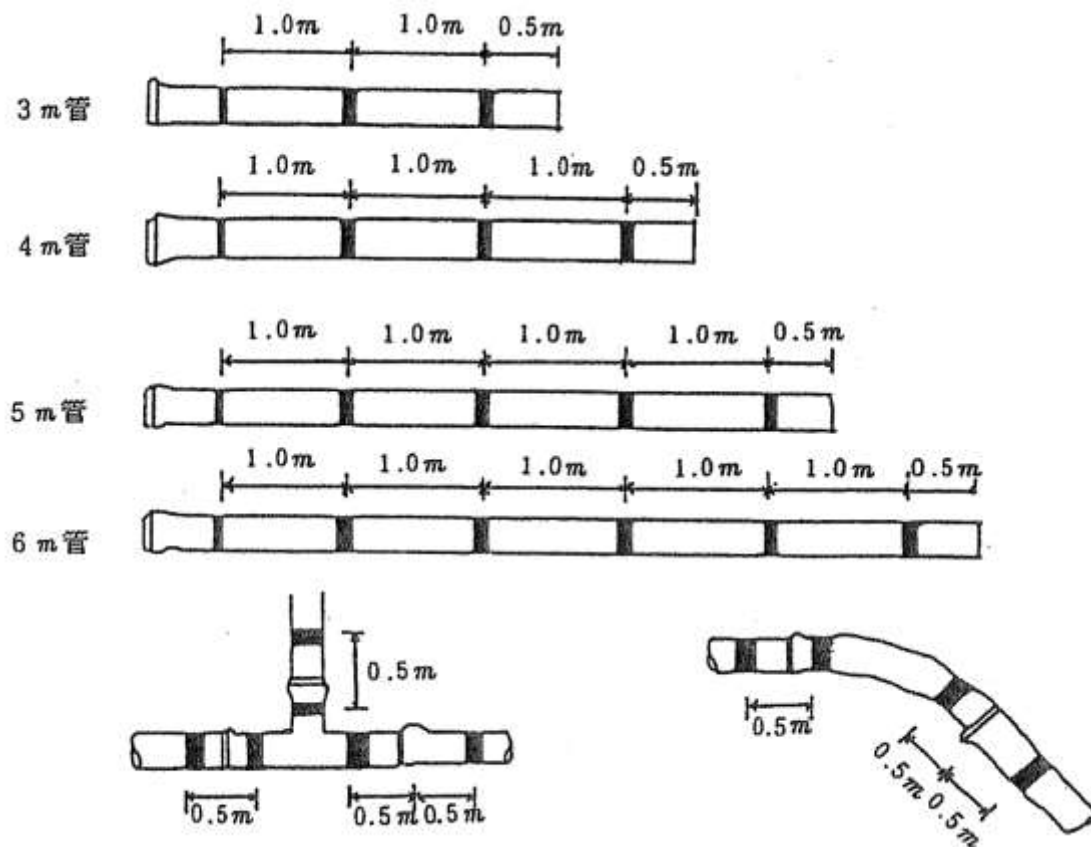

図 3.9-1 明示テープ貼付標準図
- 5) 管類への貼付方法は、図 3.9-1 による胴巻きテープとする。